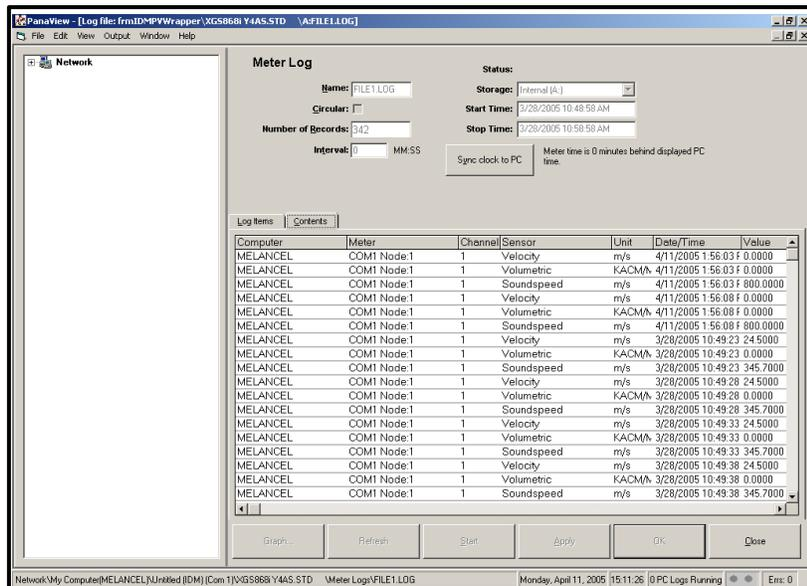

Figura 21: Contenido típico del registro
- Haga clic en la pestaña *Contents* (*Contenido*) (véase la Figura 21 en la página 58) para obtener una lista de todos los puntos de datos registrados hasta la fecha para el parámetro actualmente resaltado en la pestaña *Elementos de registro*.
Recuerde que solo pueden graficarse dos parámetros por canal, y que deben graficarse los mismos dos parámetros para cada canal de una visualización gráfica multicanal. Cuando haya terminado de ver el gráfico, haga clic en el botón de opción **[Cerrar]** para cerrar la ventana Gráfico y dejar el registro en ejecución. Para revisar los detalles del registro, haga clic en la pestaña *Contenido*. La ventana aparece ahora similar a la de la Figura 21.
- Haga clic en la pestaña *Elementos de registro* (consulte Figura 21 en la página 58) para ver una lista de los parámetros especificados para el registro.
- Haga clic en la pestaña *Contenido* (véase la Figura 21 en la página 58) para obtener una lista de todos los puntos de datos registrados hasta la fecha para el parámetro actualmente resaltado en la pestaña *Elementos de registro*.